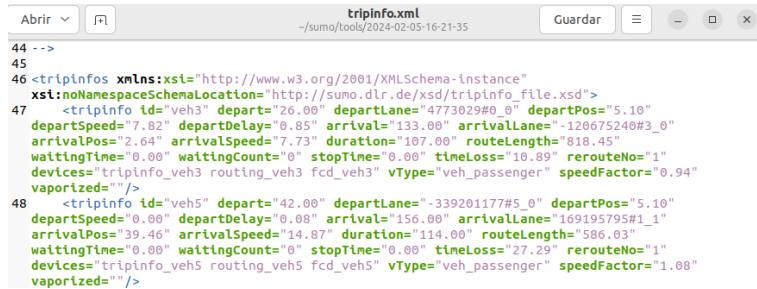

Figure 3.1: Archivos `tripinfo.xml`.
4. Una vez finalizada la simulación, de acuerdo a las rutas especificadas para los archivos de salida, podemos encontrarlos en dicha ubicación. Por ejemplo, la Fig. 3.1 se muestra el archivo *tripinfo.xml* generado una vez finaliza la simulación. Dado que este